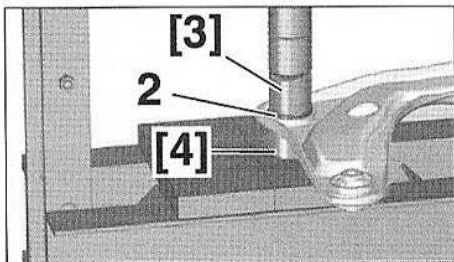

FIG.21
• Mettre en place les outils [3] et [4] sur l'articulation élastique (2) et l'extraire à l'aide d'une presse (Fig.21).